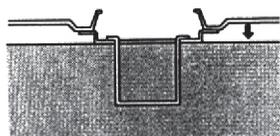

Рис. 3.1
2. Если уровень топливной смеси низкий, долейте топливную смесь в бак до уровня, как показано на схеме (рис. 3.1).
ВНИМАНИЕ! НЕ ПЕРЕПОЛНЯЙТЕ ТОПЛИВНЫЙ БАК. УРОВЕНЬ ТОПЛИВА НЕ ДОЛЖЕН ПРЕВЫШАТЬ УРОВЕНЬ НИЖНЕГО СРЕЗА ГОРЛОВИНЫ БЕНЗОБАКА (рис. 3.1).
ВНИМАНИЕ! НЕ ПЕРЕПОЛНЯЙТЕ БАК (НЕ ДОЛЖНО БЫТЬ ТОПЛИВА ВЫШЕ НИЖНЕГО СРЕЗА ГОРЛОВИНЫ БЕНЗОБАКА (РИС. 3.1)).